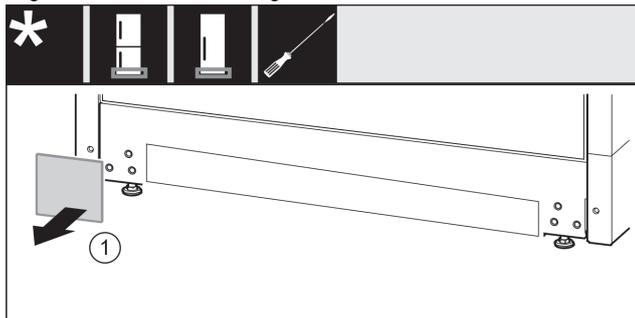

Fig. 18
- ▶ Abdeckung abnehmen. Fig. 18 (1)